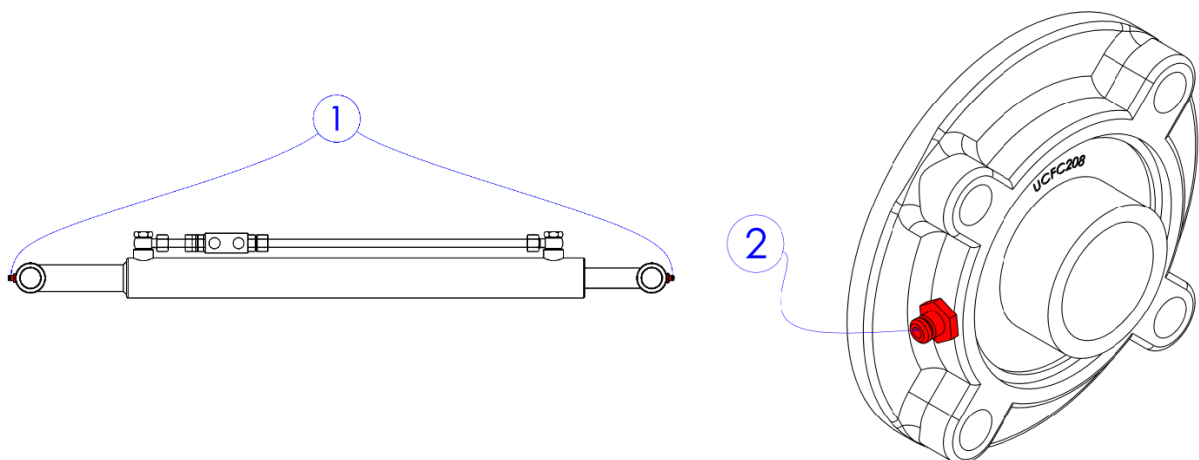

Abbildung 38. Schmierstellen für den Stellmotor und die Lager der unteren Arme 1 – Schmiernippel an den Bolzen 2 – Schmiernippel am Lager
- Das Getriebe an die Welle anbringen und an den Arm festschrauben (Abb. 38, Pos. 3),
- Die Anpressmutter der Achse festziehen (Abb. 38, Pos. 2),
- Montieren Sie den Motor in dem Getriebe und befestigen Sie ihn mit den Schrauben, Abb. 38, Pos. 1.